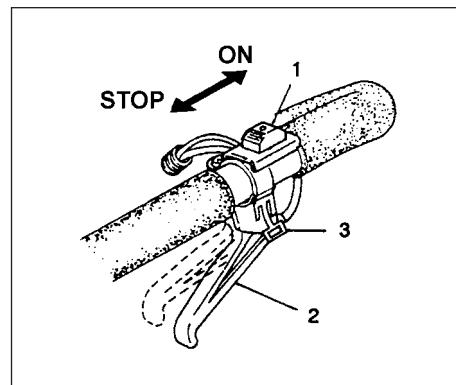

Рис. 2-2
1. Установить выключатель зажигания (1) в положение ON (ВКЛ). (Рис. 2-2)
2. Если имеется дроссельная заслонка (3), потянуть дроссельное пусковое устройство (2) и толкать дроссельную заслонку (3), затем медленно отпустить блокируемый рычаг. (Fig. 2-2)